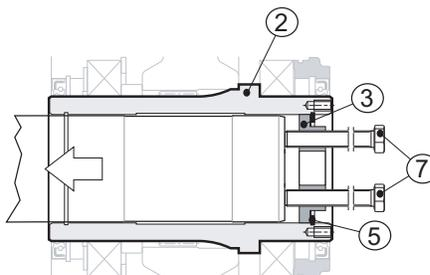

Fig. 14
Introducir en los dos orificios roscados presentes en el fondo (pos. 3) 2 tornillos (pos. 7). Apretarlos hasta que queden contra el eje de la máquina (pos. 1). Después seguir apretándolos de forma alterna, dando como máximo una vuelta cada vez Fig. 14 (p. 25)).